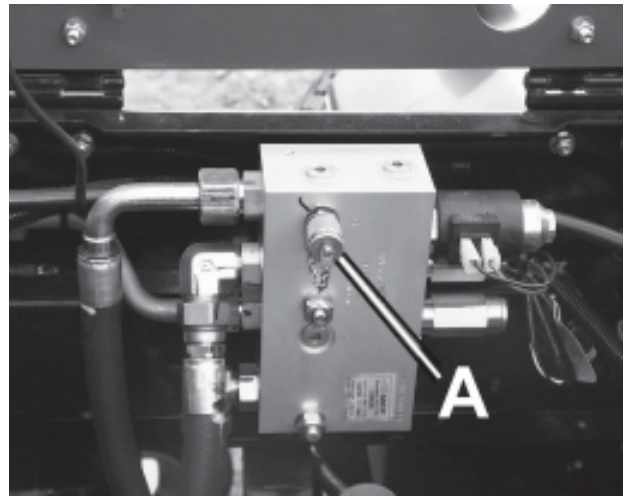

Fig. 7
APERTURE DI PROVA (Fig. 7, 8, 9):
1. Pressione di azionamento bobina: 221 bar. (A (Fig. 7))
Cambio del filtro dell'olio idraulico (A)(Fig.7)